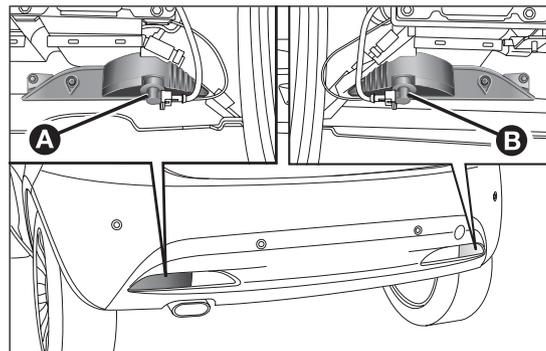

fig. 140
- agendo dall'interno del paraurti ruotare di $1/4$ di giro il gruppo portalampe A fig. 140;
- agendo dall'interno del paraurti ruotare di $\frac{1}{4}$ di giro il gruppo portalampada B fig. 140;